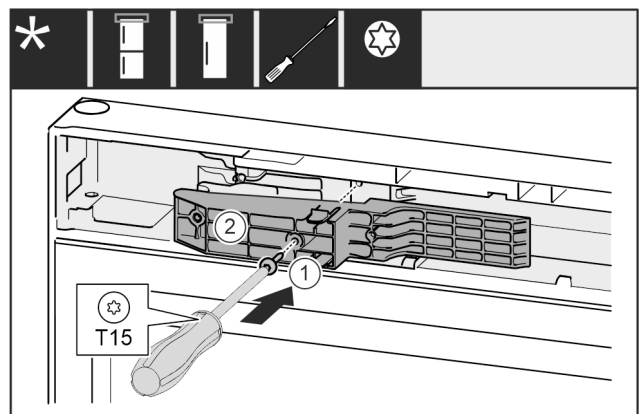

Fig. 68 *
- ▶ Вставьте деталь адаптера Fig. 68 (1) в выемку на стороне ручки.*
- ▶ Затяните винт Fig. 68 (2) отверткой.*